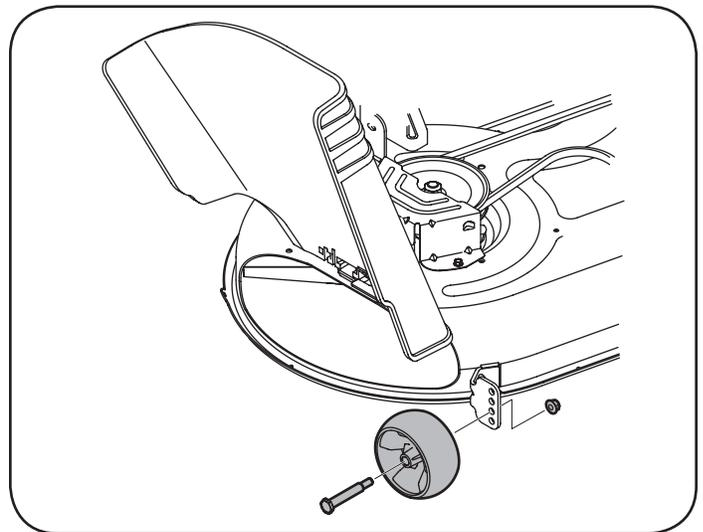

Figura 8
1. Ajustar las ruedas de cubierta mediante la eliminación de la tuerca de la brida y tornillo que sujeta el hombro de cada rueda y llevarlos a uno de los agujeros que permite que las ruedas para estar entre ¼ pulgadas y ½ pulgada por encima del suelo cuando el tractor se encuentra en un suave, superficie plana, como un camino de entrada. Véase la Figura 8.